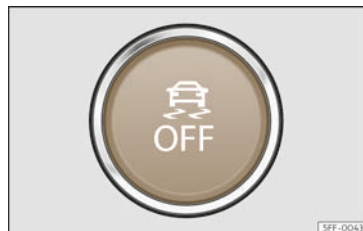

Abb. 129 Im unteren Bereich der Mittelkonsole: Taste zum Ein-/Ausschalten von ESC (je nach Version).
- Zum Ein- und Ausschalten von ASR, kurz die Taste  in der Mittelkonsole drücken >>> (Abb. 129).
- Zum Ein- und Ausschalten von ESC im Modus „Sport“, kurz die Taste  in der Mittelkonsole drücken >>> (Abb. 129).
- Zum Ein- und Ausschalten von ESC, die Taste  in der Mittelkonsole länger drücken >>> (Abb. 129).